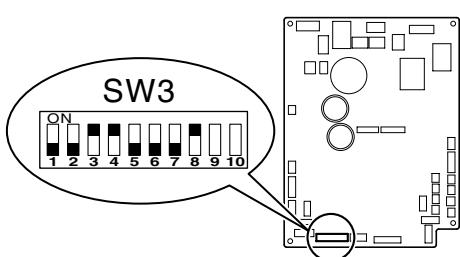

Fig. 6-2
6.2. Настройка встроенного внутреннего прибора (выполните обязательно) (Fig. 6-2)